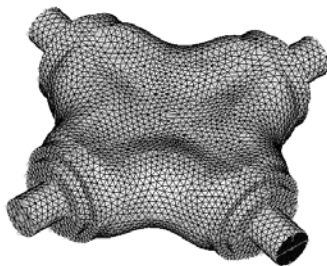

图 5-192 在面上生成网格
- (1) 在 ModelBrowser 中, 打开 Component 并右击, 同时选择 show 选项。
- (2) 选择 Mesh > Surface Mesh 2D > Automesh 命令。
- (3) 单击 size and bias 子面板。
- (4) 设置 element size=5.0。
- (5) 单击设置 mesh type 切换按钮为 trias。
- (6) 确认 size 和 skew 复选框都被选中。
- (7) 确认切换按钮设置在 elems to surf comp 和 first order。
- (8) 单击黄色的 surfs 按钮并选择 all。
- (9) 单击 mesh 按钮, 生成的网格如图 5-192 所示。